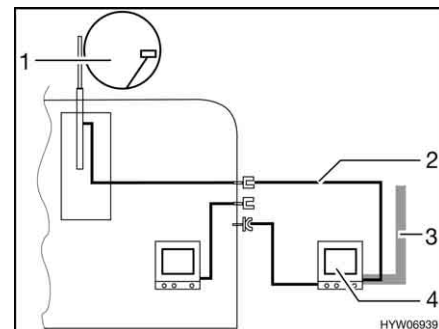

Bild 184 TV i förtältet
- TV i förtältet (Bild 184,4): Anslutning till takantenn (Bild 184,1) med anslutningskabel (Bild 184,2)
- TV i förtältet (Bild 184,4): Anslutning till extern antenn (Bild 184,3)